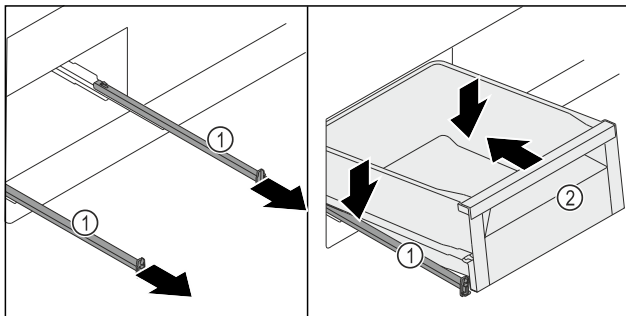

Fig. 124
- Schienen Fig. 124 (1) herausziehen.
- Schienen Fig. 124 (1) festhalten und Schubfach Fig. 124 (2) schräg von oben auf den Schienen Fig. 124 (1) aufsetzen.
- Schubfach Fig. 124 (2) auf den Schienen Fig. 124 (1) bis zum Anschlag nach hinten schieben.